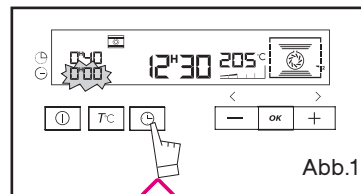

Abb.1
- 3 mal auf die Taste  (Abb.1) drücken.